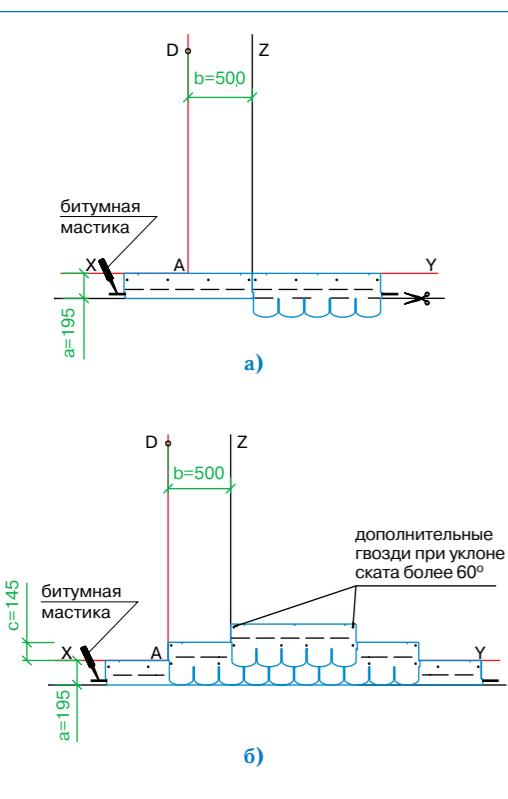

Рис. 2
- далее первый ряд черепицы укладывается от линии Z (со смещением 50 см от AD) (рис. 2б);
- второй ряд укладывается от линии Z (со смещением 50 см от AD) (рис. 2б);
Каждый лист черепицы АНТИК крепится 4 гвоздями (ось гвоздей на линии битумных kleевых полос) таким образом, чтобы гвоздь прошивал и верхний край низлежащего листа черепицы (рис. 2б).